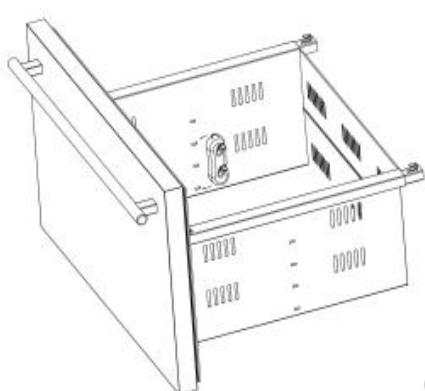
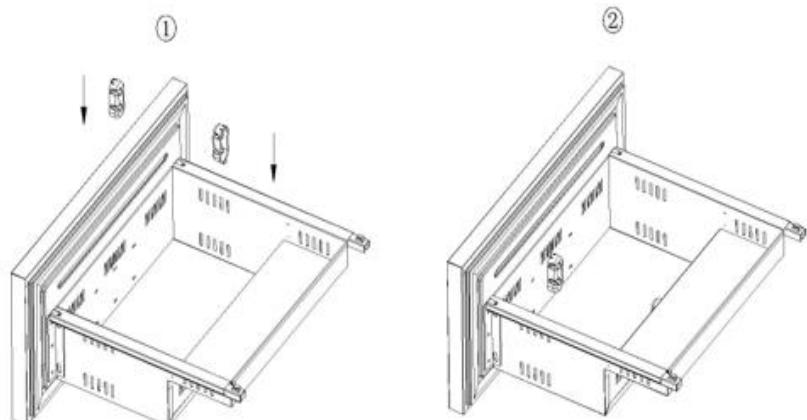

Figure 1
Figure 2
**Étape 1 :** Installez la fixation du séparateur 1 pièce à droite et 1 pièce à gauche des deux côtés du tiroir supérieur (figure 1) et du tiroir inférieur (figure 2).